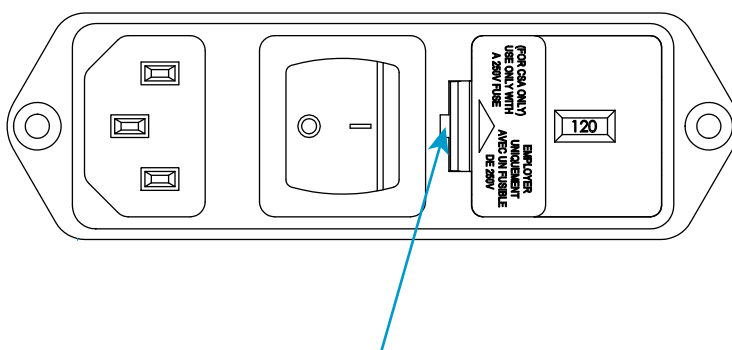

Figura 5. Estrazione del portafusibili
1. Accertarsi che l'interruttore di alimentazione sia in posizione Off (0) e scollegare il cavo dall'alimentazione. Verificare che nessun LED sia illuminato sul pannello degli indicatori.
2. Inserire un piccolo cacciavite a testa piatta nello slot indicato nella Figura 5 a pagina 42 ed estrarre il portafusibili.